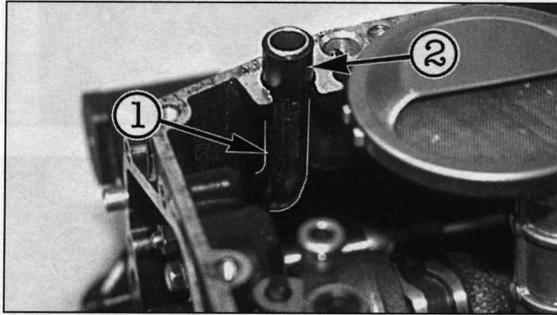

Bild 217
- Belüftungsrohr aus Gehäuse ziehen (Bild 217).